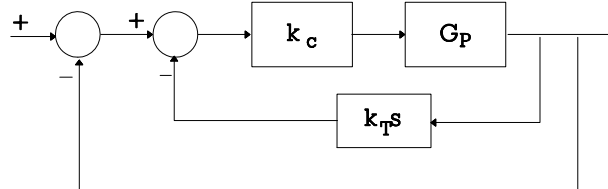

Figura 10
**Ejercicio 3. 7. Compensación en paralelo. Nyquist inverso.** Aquí, con la misma planta que venimos estudiando,  $G_p(s) = \frac{Y(s)}{U(s)} = \frac{1}{(s+1)(s+4)(s+16)}$ , en vez de la compensación en serie, se supone la configuración de la Figura 10 que consiste en una compensación tacométrica (en paralelo) además del amplificador  $k_c$  (en serie).